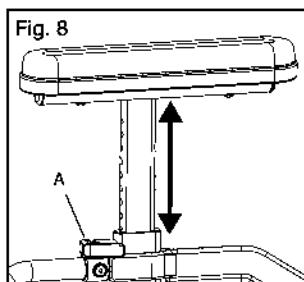

Fig. 8
- Tire de la palanca de ajuste de altura (Fig. 8:A) y deslice el grupo superior del brazo en T hasta la altura deseada.
- Cierre la palanca de ajuste de altura (Fig. 8:A) para fijarla.